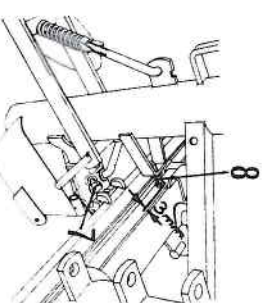

Abb. 131
Anschlagschraube (8) so einstellen, wie auf Abb. 131 angegeben.